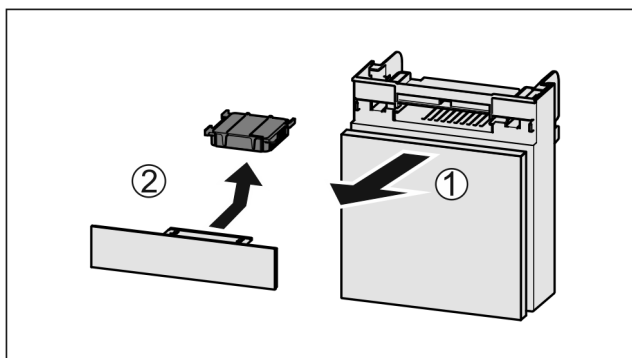

Fig. 128
- Extrageți Fig. 128 (1) compartimentul către în față.
- Scoateți Fig. 128 (2) filtrul de cărbune activ.